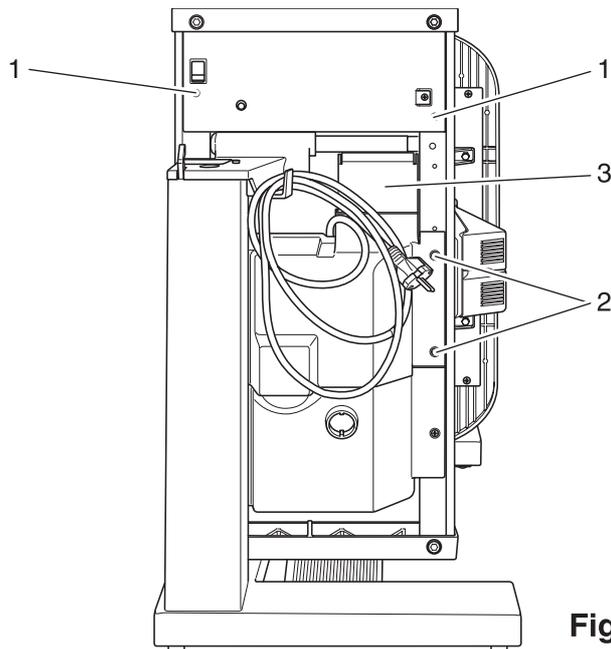

Fig. 15
- Die Schrauben 1 herausdrehen (Fig. 15).